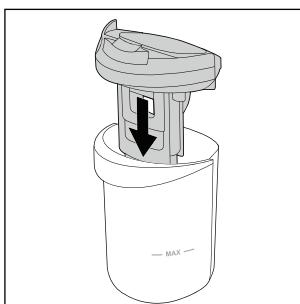

Afb. 27
- ◆ Laat het vuilfilter **10**, de vlotter **2** en het deksel van het vuilwaterreservoir **9** volledig drogen (zie afb. 27).